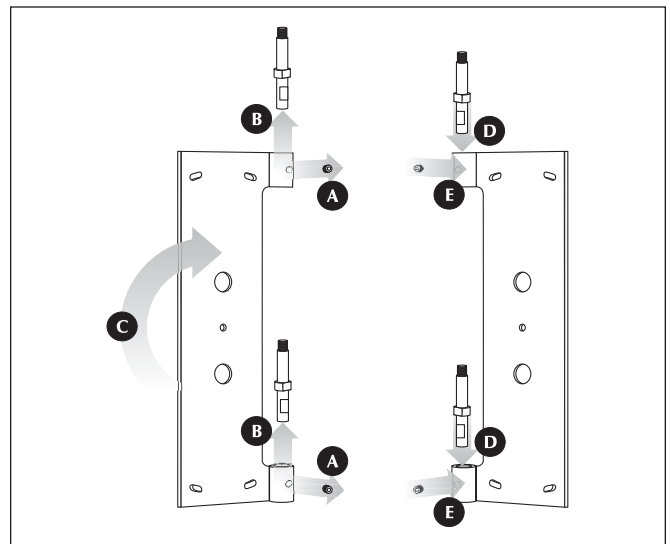

Figure 9. Changer la direction de pivotement du support mural de l'EFX
- 2 À l'aide d'une clé Allen de 2,5 mm, desserrez délicatement les deux ensembles de vis qui tiennent les tiges de charnière (voir figure 9, étape A).
- 3 Enlevez les deux tiges de charnière (voir figure 9, étape B).
- 4 Tournez le support mural de 180 degrés (voir figure 9, étape C).
- 5 Réinstallez les deux tiges de charnière (voir figure 9, étape D).
- 6 À l'aide de la clé Allen de 2,5 mm, réinstallez les deux ensembles de vis pour fixer les tiges de charnière en place. Assurez-vous que les vis sont serrées contre la surface plane de la tige (voir figure 9, étape E).